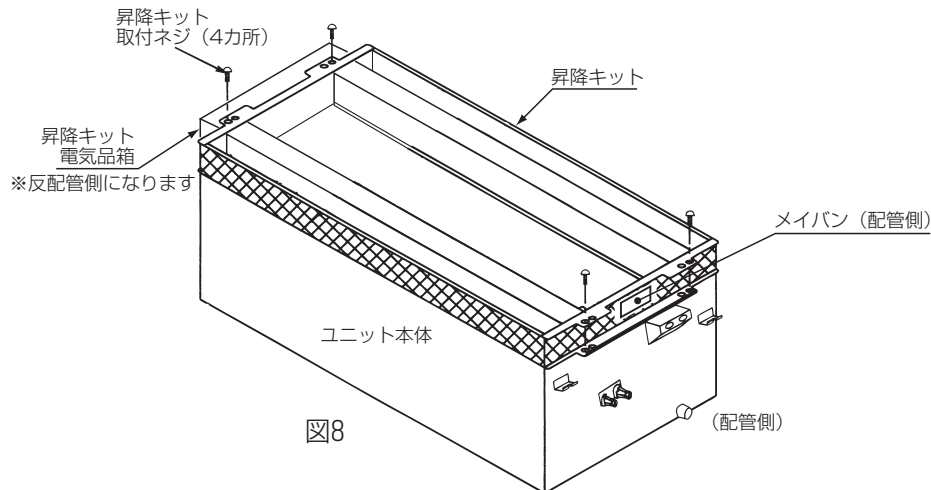

図8
- ・取付け方向に注意して、昇降キットを図8のように本体に載せてください。